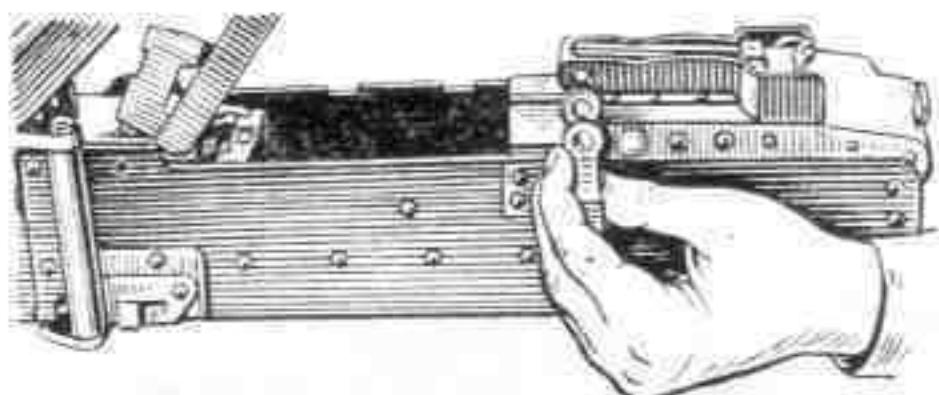

Рис. 5. Отделение чеки спускового механизма
- 4) Отделить спусковой механизм. Нажать на флагок предохранителя и поставить его в положение «ПР», поднять флагок чеки вверх, выдвинуть чеку (рис. 5), движением назад от-